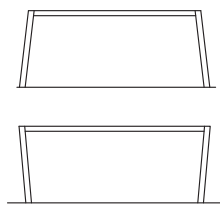

図2-7
- ①測定は下げ振りを使用して、図2-7の柱上端と下端のA部とB部、C部とD部を測定してください。
②柱の間口方向・奥行きは、3mmの範囲にしてください。測定した寸法を表の測定値欄に記入してください。
(3) 左右柱の高低差の確認